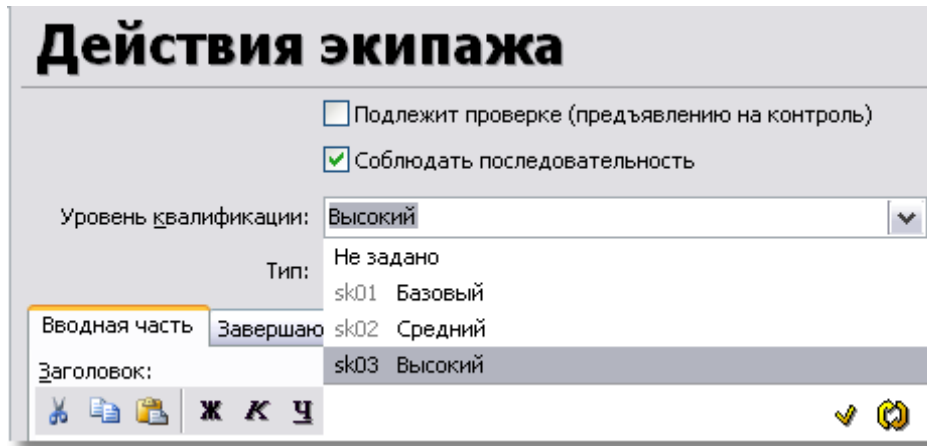

Рисунок 488
3) В поле **Уровень квалификации** выберите из выпадающего списка уровень квалификации членов экипажа, необходимый для выполнения действий (рисунок 488).